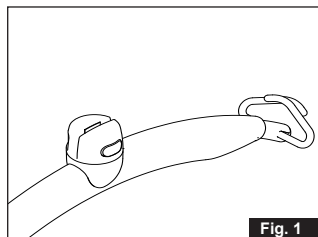

Fig. 1
4. Hold løftebøjlen i højre hånd, og tryk på den gule knap med tommelfingeren som vist (fig. 1).
Vær opmærksom når du placerer sejlstropperne på løftebøjlen. Kontroller at sejlstropperne er placeret korrekt i krogen på løftebøjlen. Når der trykkes på 'pil op' knappen på håndbetjeningen tjekkes igen at sejlstropperne forbliver i den korrekte position i løftebøjleens krog (fig. 1).
1. Før der påbegyndes et løft, hvor der skal foretages en overførsel via en Swingadapter, skal adapteren (fig. 1) monteres på løftebøjlen (fig. 2 til 5).